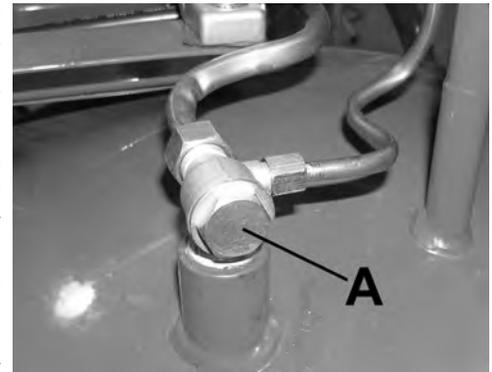

FIGURE 3
**SOUPAPE DE RETENUE (A) FIG. 3:** Lorsque le compresseur à air est en marche, la soupape de retenue est "ouverte" et l'air comprimé peut ainsi entrer dans le réservoir d'air. Lorsque le compresseur à air atteint la pression de "déclenchement", la soupape de retenue "se ferme", et la pression d'air peut ainsi demeurer à l'intérieur du réservoir.